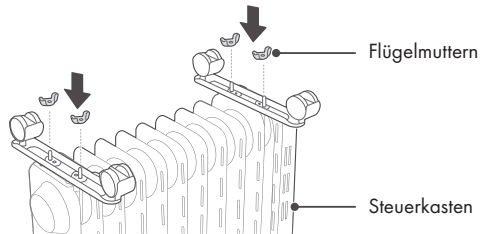

Abbildung 2
3. Befestigen Sie die beiden Rollensätze mit vier Flügelmüttern und ziehen Sie diese fest, damit die Rollensätze nicht verrutschen können (siehe Abbildung 2). Drehen Sie das Gerät anschließend um und stellen Sie dieses mit den Rollen auf den Boden.